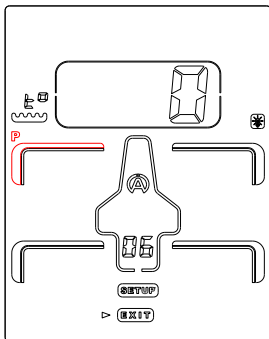

Figura 17
- 2) La prima icona « **P** » (pressione) sul pneumatico anteriore sinistro appare per primo lampeggiando (*figura 17*).